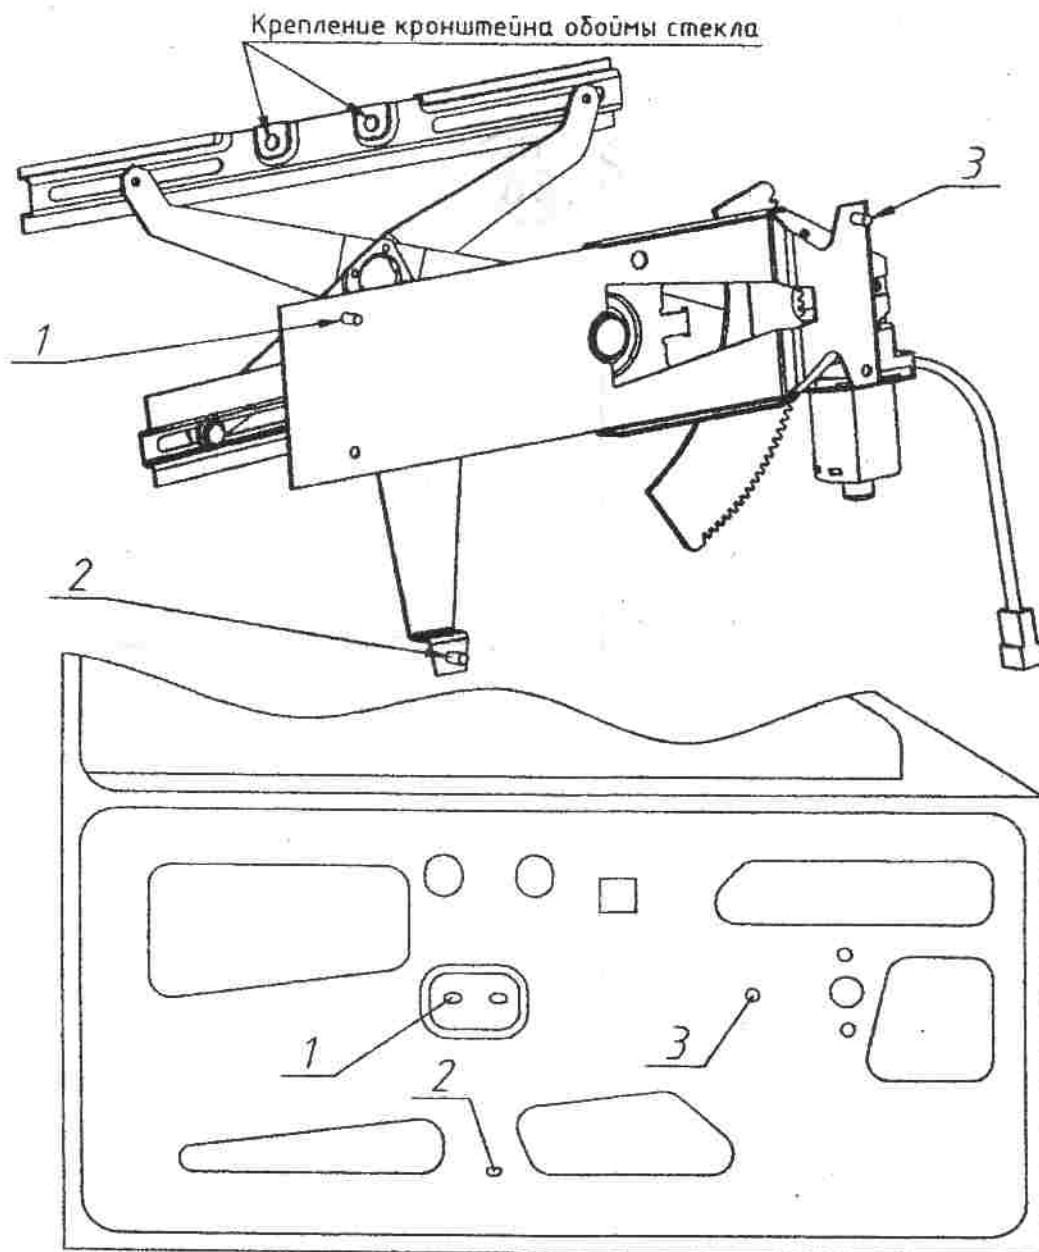

Рис.1 Установка ЭСП в левую переднюю дверь
4.6 Установить ЭСП в дверь в соответствии с рис. 1. Закрепить штатными гайками М6 от ручного стеклоподъемника со стопорными шайбами из комплекта крепежных изделий. Обозначения отв.1,2,3 на двери соответствуют одноименным крепежным элементам на ЭСП.
4.10 Подняв рычаги вверх, совместить отверстия направляющих ЭСП (см. рис. 1) с отверстиями на обойме стекла, закрепить направляющую с обоймой стекла, используя штатный крепеж.